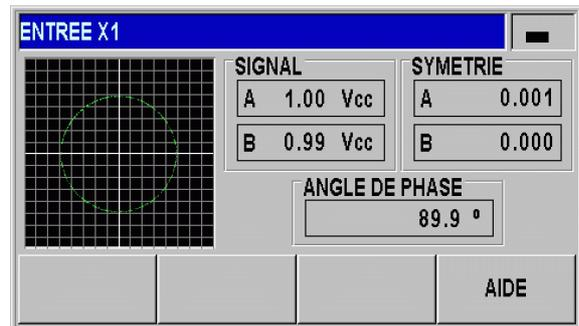

Fig. II.46 Test du système de mesure: Interface 1 V_{cc}
- ▶ Dès que vous déplacez le système de mesure, le ND affiche graphiquement les signaux des canaux A et B sur une figure de Lissajous (voir Fig. II.46) ainsi que les valeurs d'amplitude, de symétrie et de l'angle de phase.